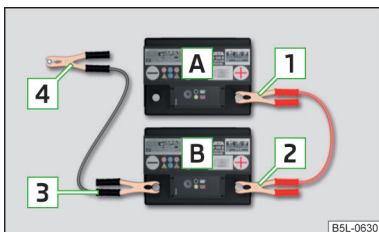

Fig. 146
- Prindeți clema **1** la polul plus al bateriei descărcate **A** » fig. 146.